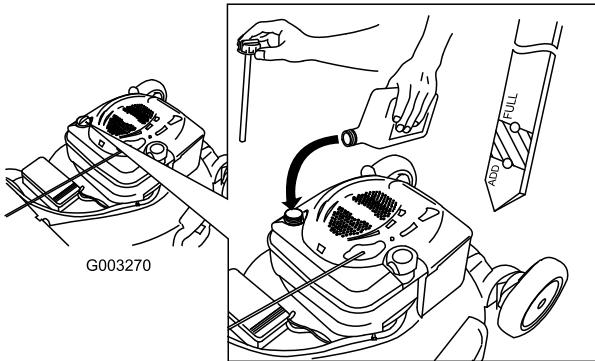

Figura 6
1. Togliete l'asta di livello (Figura 6).
2. Versate **lentamente** l'olio nel tubo di riempimento finché non raggiunge il segno di pieno sull'asta (Figura 6). **Non riempite troppo**. (Riempimento massimo: 0,59 litri, tipo: olio detergente SAE 30 con service classification API SF, SG, SH, SJ, SL o superiore.)